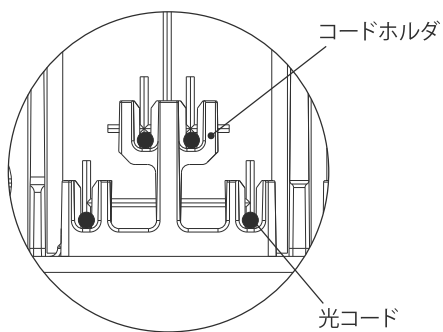

図 3
- ドロップケーブル・インドアケーブル・光コードをコードホルダの溝に根元まで挿入してください。(図 3)